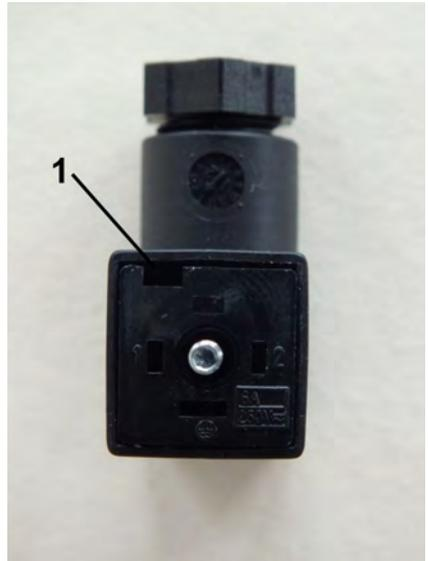

Abb. 22: Innenteil lösen
3. ➔ Innenteil aus der Steckdose entnehmen. Hierzu einen Schlitzschraubendreher in den Schlitz (Abb. 22/1) führen und Innenteil vorsichtig heraushebeln
7. ➔ Innenteil (Abb. 22/1) wieder in die Steckerdose führen und drücken, bis es einrastet